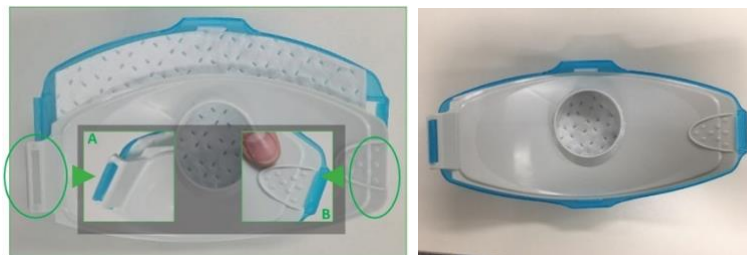

Figura 6 – Conexión de la carcasa interna y externa
Luego, coloque la carcasa interna sobre el filtro. Alinee el extremo (A) para encajarlo en la ranura y después cierre y asegure la carcasa (B). Esto se muestra a continuación en la Figura 6.